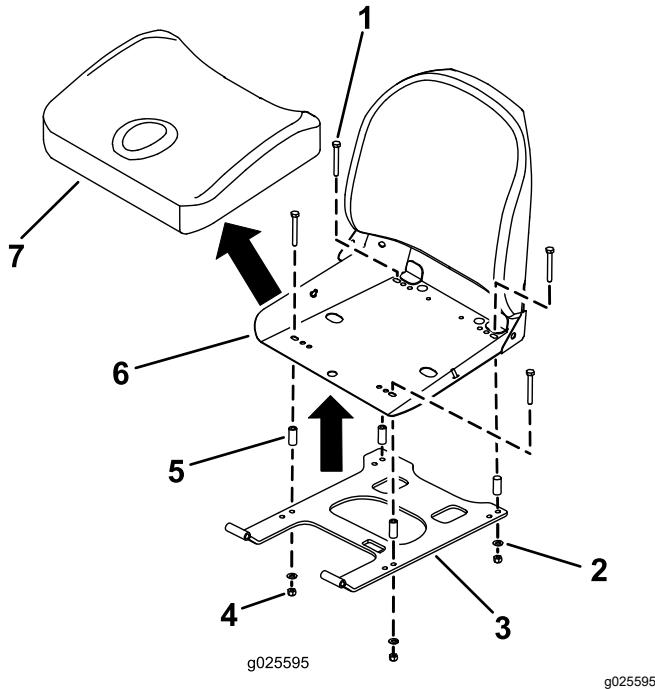

Figura 8
1. Montate il sedile sul nuovo telaio del sedile con le 4 viti a testa esagonale (5/16" x 2 1/2"), 4 rondelle (5/16"), 4 dadi flangiati dentati (5/16") e i 4 distanziali (Figura 8).